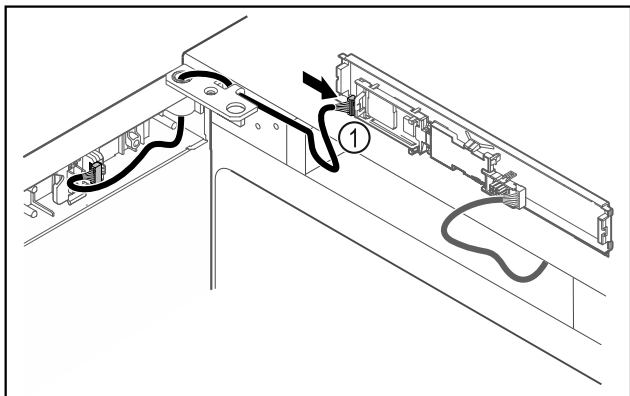

Fig. 45
- ▶ Introduceți fișa Fig. 45 (1) la placa electronică.